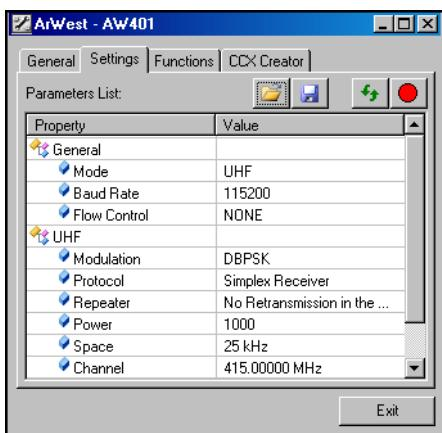

Рис. 3-7. Настройки радиомодема
3. Выберите вкладку *Settings*, чтобы открыть список настроек модема (см. Рис. 3-7 на стр. 3-6). Содержимое этого списка варьируется в зависимости от модели модема и, возможно, от версии микропрограммного обеспечения.